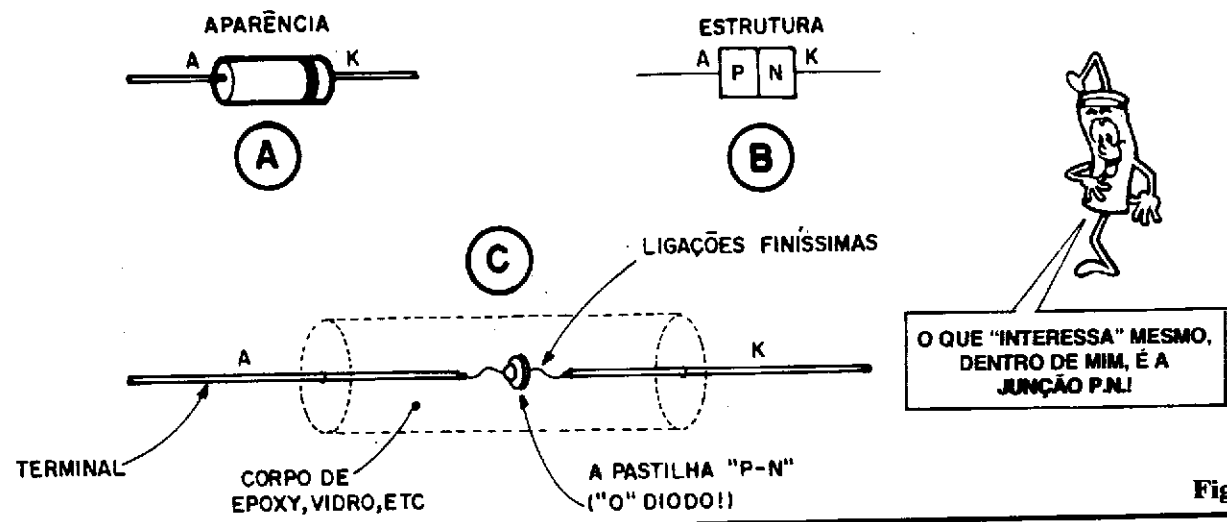

Fig.2
- FIG. 2 - Analisemos, agora, um simples e comum DIODO... O
- FIG. 2-A - A "cara" do componente, que Vocês todos já conhecem bem, com seu cilindrinho de **epoxy**, faixa indicadora do terminal de **catodo**, terminais metálicos axiais, etc...
- FIG. 2-B - Estrutura semicondutora do DIODO (revejam a "Aula" nº 3...), com sua necessária junção P-N estabelecida por dois blocos de materiais, cada um "dopado" de maneira a assumir diferente polaridade ("buracos" livres no material P e elétrons livres no material N, lembram-se...?).
- FIG. 2-C - O DIODO "real" é apenas aquela milimétrica pastilha de silício existente "lá dentro", ligada aos terminais externos por finíssimos fios metálicos, e toda recoberta pelo material protetor e isolante do "corpo" (epoxy, vidro, etc.). Se pudéssemos - na prática- lidar apenas com o diodo **mesmo**, teríamos algo de novo (como no caso do resistor...) menor, mais leve, mais barato...